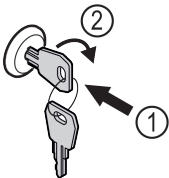

Fig. 153 Примерно изображение
- ▶ Пъхнете ключа Fig. 153 (1).
- ▶ Завъртете го на 90° по посока на часовниковата стрелка Fig. 153 (2).